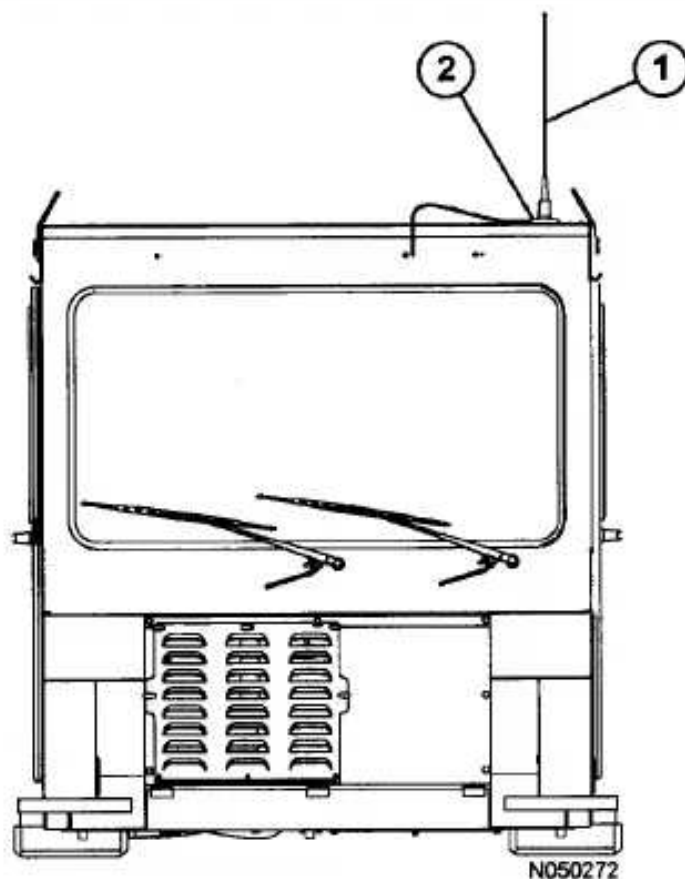

FIGURA 32-11. ANTENA ORBCOMM
3. Módulo de Interface (IM)
El controlador Orbcomm transmite los datos a través de la antena (1, Figura 32-11) montada en la parte superior de la cabina con montaje magnético (2). El cable coaxial de la antena se enruta a través de la cabina para protegerlo de daños. Si la antena o el cable coaxial se dañan, cambie las partes.